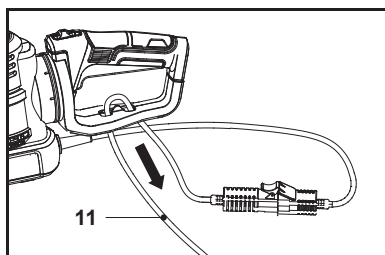

Fig. 4
3. Passe o cabo de alimentação (11) sobre o retentor de cabo (12) e puxe com cuidado o cabo de alimentação (11) para garantir que está bem seguro (Fig. 4).